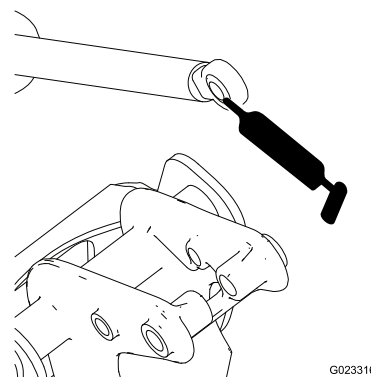

**Figura 18**
2. Retire la chaveta del pasador de giro (Figura 18).
3. Levante el brazo y retire el pasador (Figura 18).
8. Mientras sujeta el brazo, pase el pasador por el pivote del brazo y el émbolo del actuador (Figura 18).